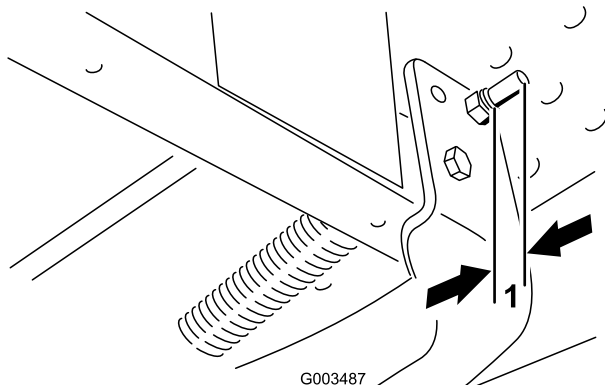

Figura 19
3. Serrare i dadi di bloccaggio che fissano le aste della molla fino a vedere 6 mm - 13 mm di filettatura per applicare tensione alla molla (Figura 19).